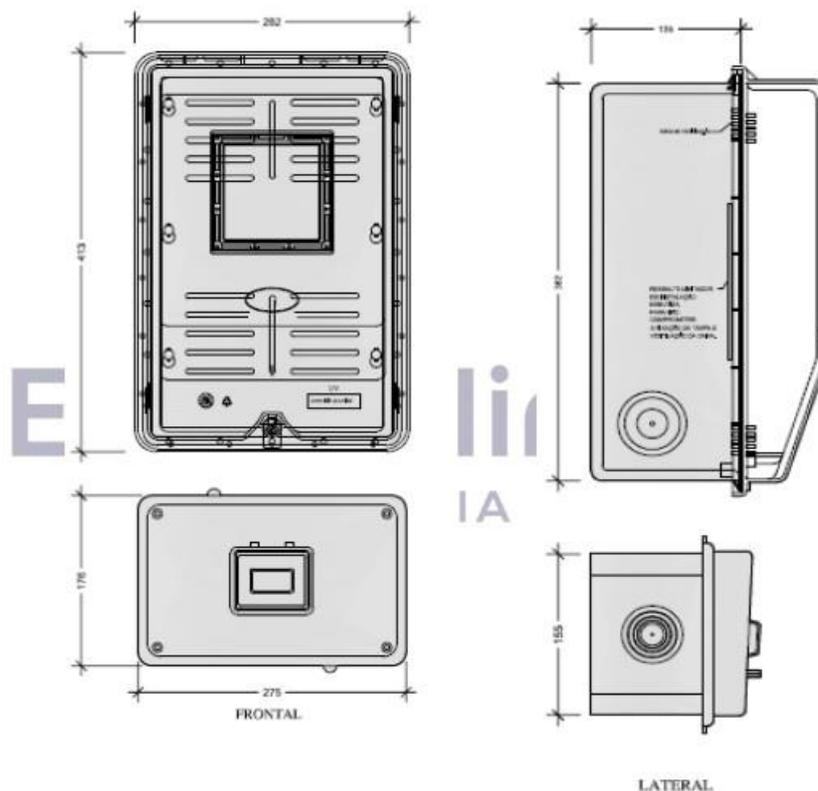
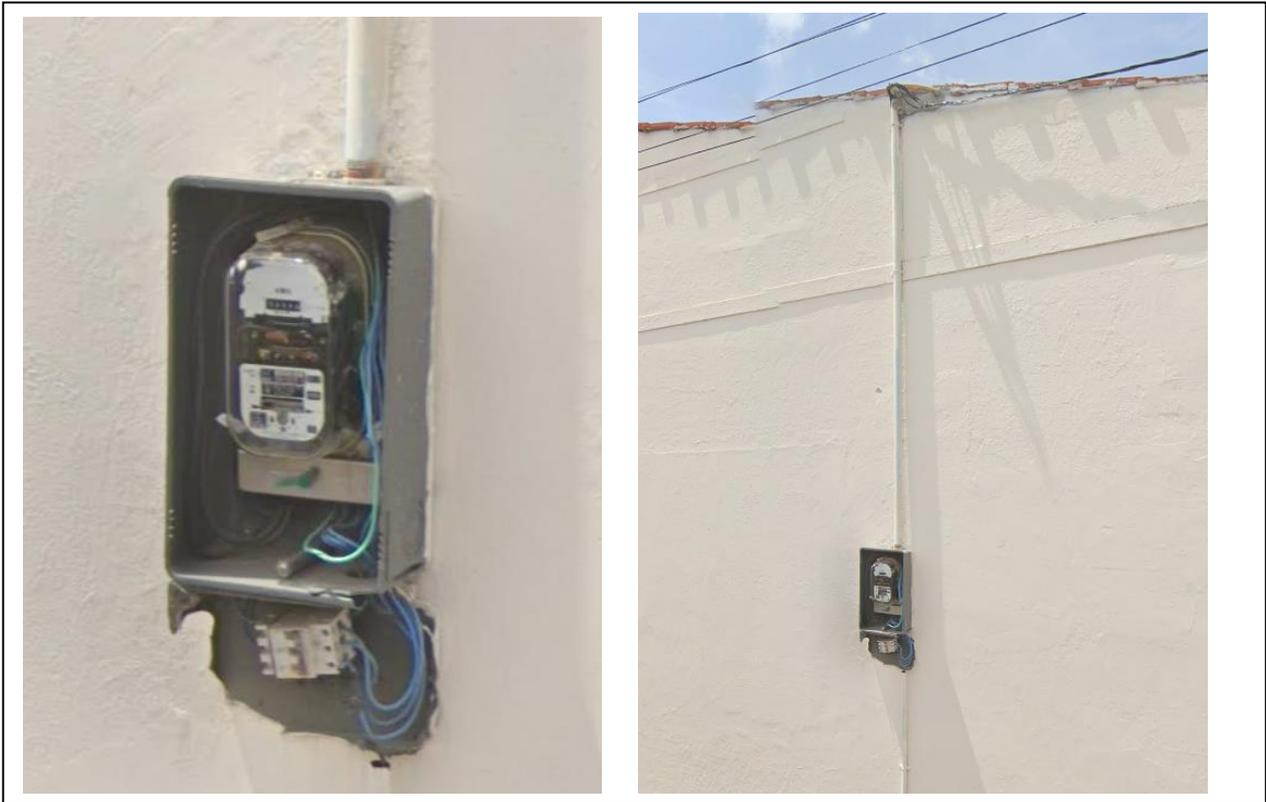

Figura 2a – Desenho dimensional detalhado da caixa de medição
Figura 2b - Foto da caixa de medição
A caixa de medição trifásica, será em material polimérico com as dimensões de 590mm x 275 mm x 150 mm (altura, largura e profundidade), está instalada na entrada da unidade consumidora, no ponto de entrega caracterizado como o limite da via pública com a propriedade, conforme fotos abaixo, atendendo aos requisitos de localização, facilidade de acesso e layout, em conformidade com as normas da concessionária (NT.00002.EQTL) e (NT.00030.EQTL), conforme a figura 2a e figura 2b.
**Nota2:** A Figura 2a é ilustrativa, e apenas as dimensões devem ser consideradas.